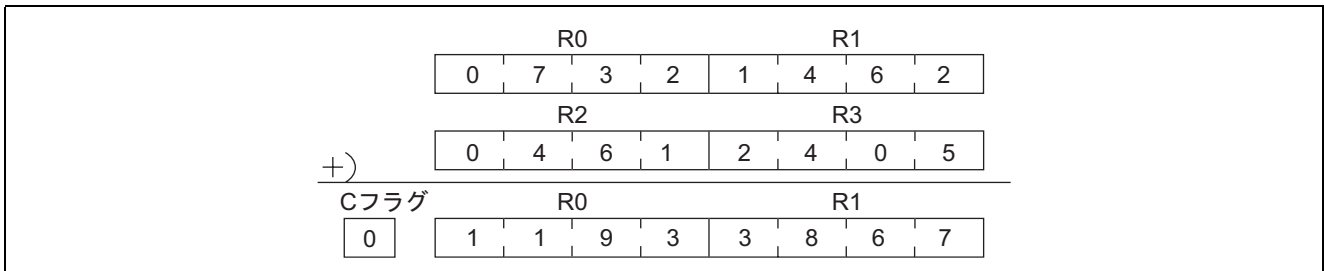

図 19-3 上位桁を使用しない加算例
- (1) 図 19-3 のように上位桁を使用しない場合は、上位桁に“0”を設定してください。“0”を設定していない場合、上位桁に設定されている不定のデータを含めて加算されるため、正確な加算結果は得られません。